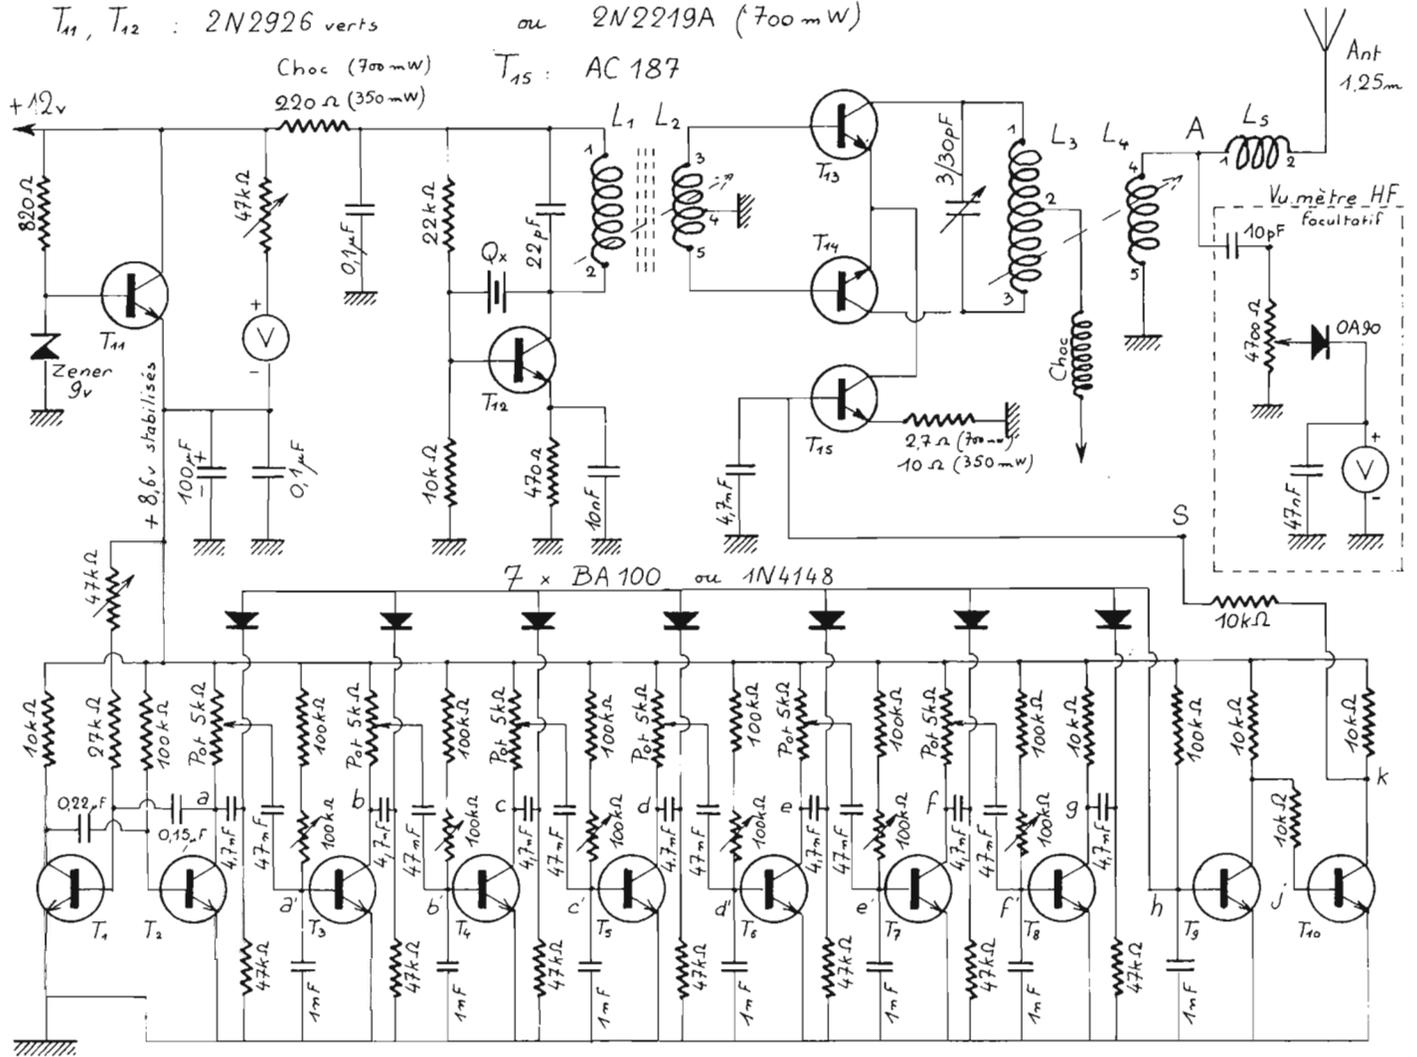

Fig. 17. - Schéma général émetteur 27 MHz.
a) 27 MHz, 350 mW (Fig. 17) (TF6.27).
b) 27 MHz, 700 mW (Fig. 17) (TF6.27S).